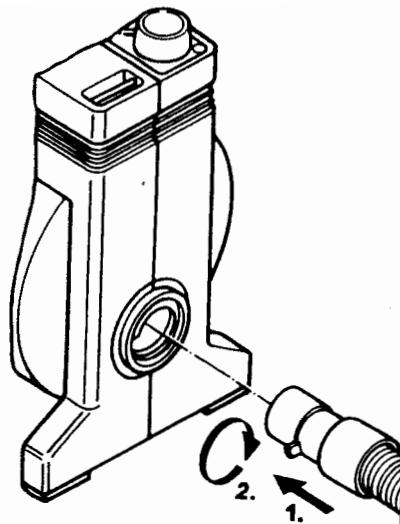

Abb. 3
- Luftschaft am Motorgebläse anschließen. Dazu Anschlußstück des Luftschafts in der Öffnung am Motorgebläse nach rechts festdrehen (Abb. 3).